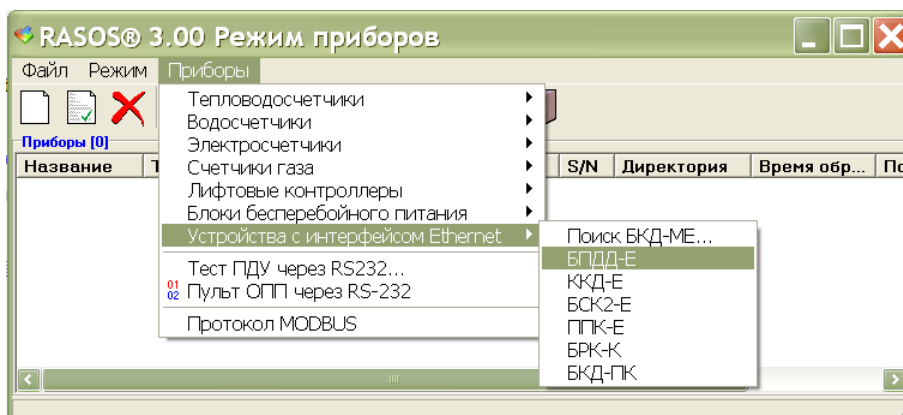

Рисунок 18 - Выбор блока БПДД-Е
2. Запустить программу RASOS и перевести ее в режим работы с приборами. В основном меню выбрать «Приборы/Устройства с интерфейсом Ethernet/БПДД-Е» (рисунок 18).